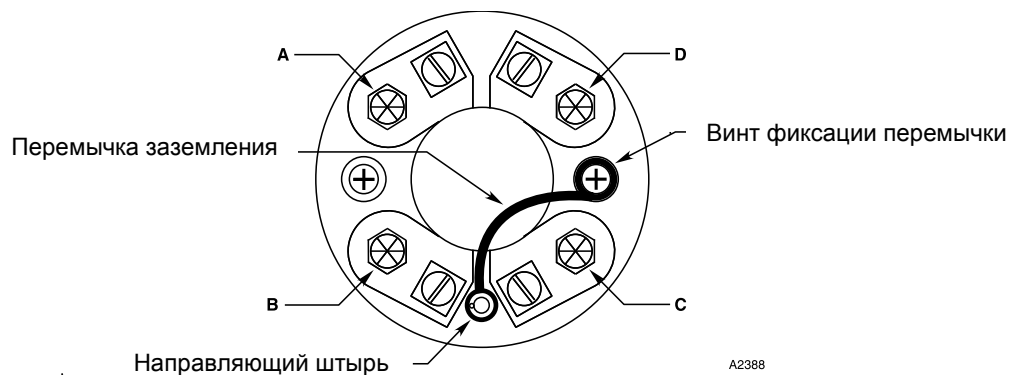

Рис. 9. Клеммный блок видеокамеры.
4. Отсоединить имеющиеся соединительные провода в контроллере. Установить перемычку заземления между направляющим штырём и винтом крепления клеммного блока, как показано на рис. 9.